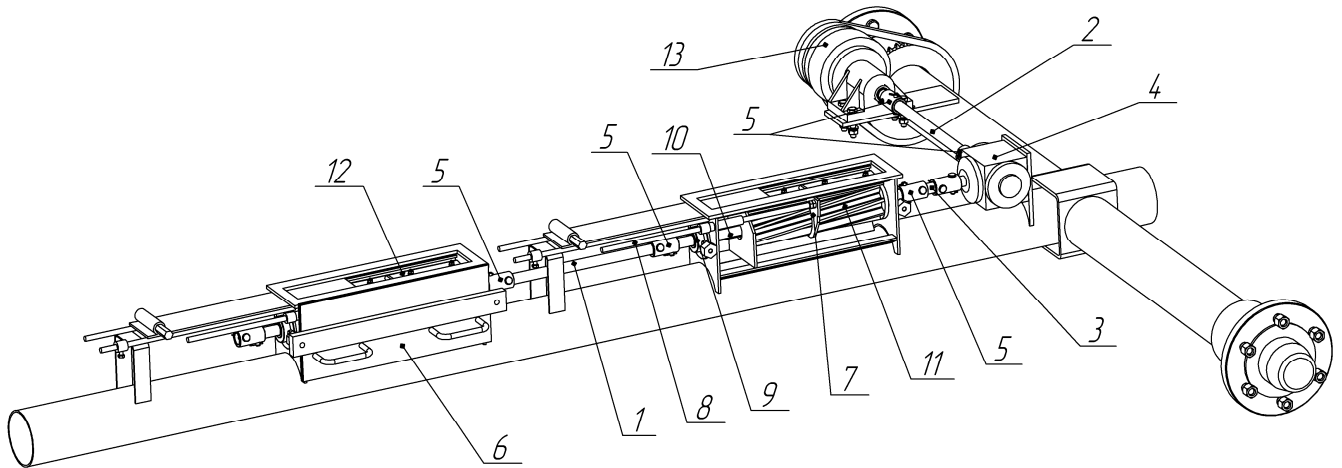
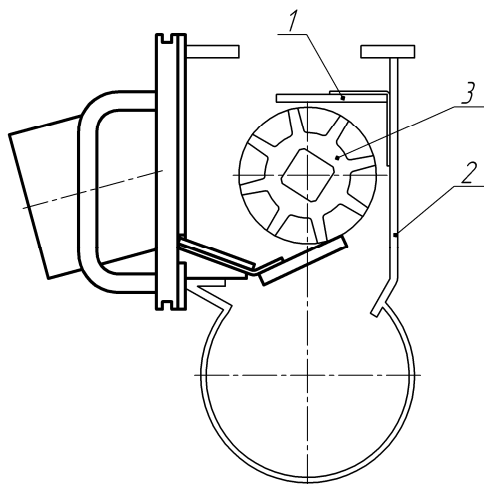
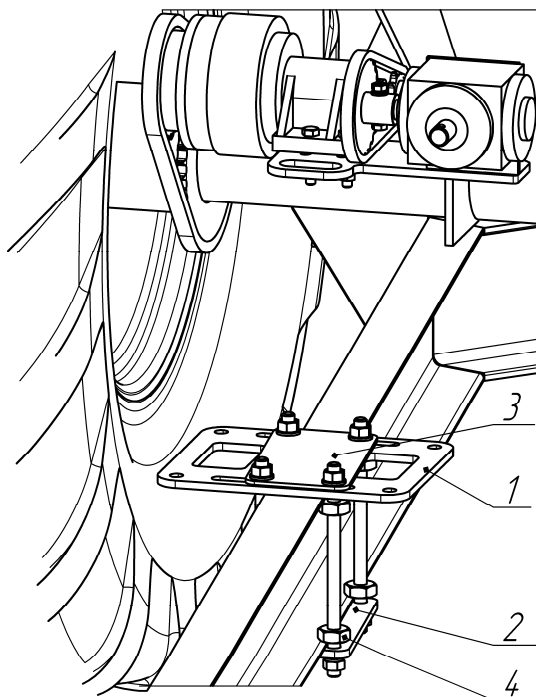
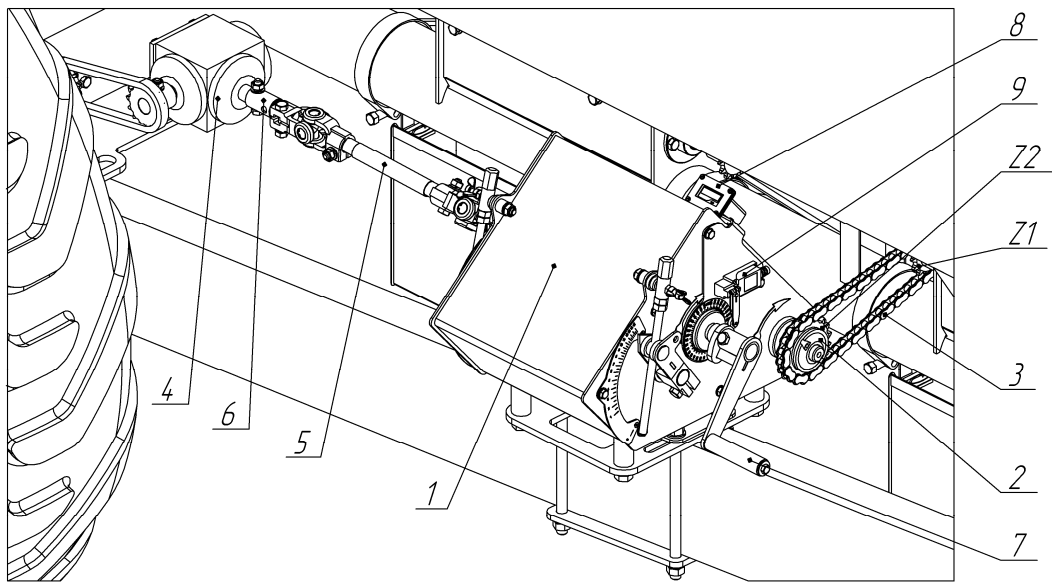

Рис.1 Демонтируемое оборудование стандартного посевного комплекса
Рис.2 Установка верхнего клапана
Рис.12 Установка кронштейна крепления вариатора
Рис.13 Установка вариатора DUPLEX GEARBOX
4.3. На верхних клапанах поз.12 рис.1 заменить старые уплотнители на новые, таким образом, чтобы уплотнитель, при установке верхнего клапана, точно соответствовал ширине рабочей части высевающего аппарата и плотно прилегал к задней стенке высевающего аппарата поз.2 рис.2.
4.6.В высевающие аппараты с помощью четырехгранных валов поз.10 рис.1 установить, в соответствие с рисунком 5, поставляемые катушки.
4.13. На раму бункера, посередине между высевающими аппаратами, с помощью шпилек М16 установить плиты поз.1, 2, 3 рис.12, при этом на внутренние шпильки М16 предварительно установить упорные гайки поз.4 для распора полок швеллера рамы бункера.
4.14. На верхнюю плиту поз.1 рис.12 болтами М16 закрепить вариатор DUPLEX GEARBOX поз.1 рис.13. Звездочки Z2 с муфтами ограничения крутящего момента поз.2 соединяются со звездочками высевающих аппаратов Z1 цепью поз.3. С помощью пазов в верхней плите поз.1 рис.12 выставить вариатор поз.1 рис.13, тем самым, предварительно натянув цепи привода высевающих аппаратов. С правой стороны вариатора установить рукоятку поз.7 и кронштейн с закрепленным на нем счетчиком оборотов поз.8 и датчиком поз.9, так как показано на рисунке13.
4.15. Для передачи крутящего момента от углового редуктора поз.4 рис.13 к вариатору поз.1 используется карданный вал поз.5, который соединяется с выходными валами посредством ранее демонтированных с посевного комплекса соединительных втулок поз.5 рис.1.